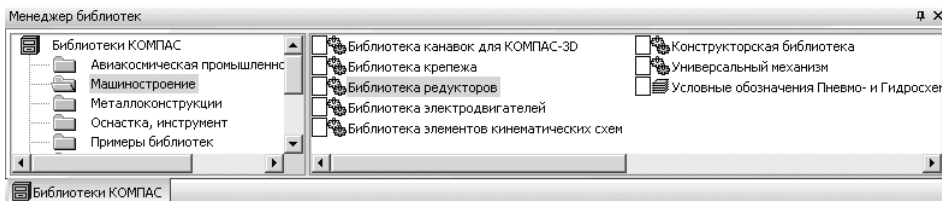

Рис. 1.5. Окно системы управления библиотеками **Менеджер библиотек** с добавленной библиотекой **Универсальный механизм**
- щелкните по кнопке **ОК** для добавления библиотеки. В правой части появится добавленная система (библиотека), см. рис. 1.5.